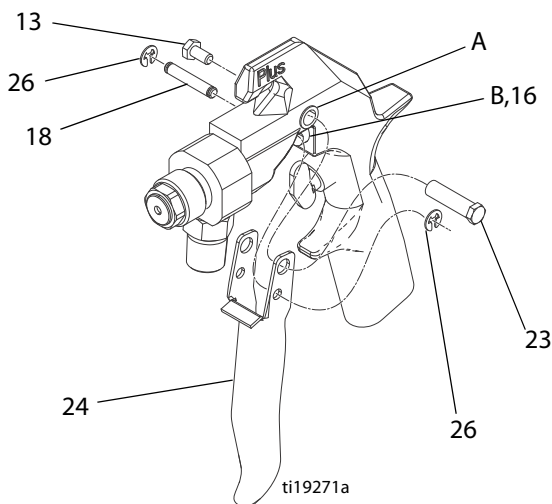

Рис. 17
- Установите курок (24) в правильном положении на корпусе пистолета. Вставьте шарнирный штифт (23) в верхнее отверстие (A) и закрепите винтом (13) с каждой стороны. Убедитесь в том, что е-образный зажим (26) установлен на одном конце штифта пускового курка (18). Опустите штифт через меньшие отверстия курка и через паз (B) в пружинной направляющей (16). При необходимости поверните и выровняйте пружинную направляющую. Установите другой е-образный зажим (26) на штифт. См. Рис. 17.